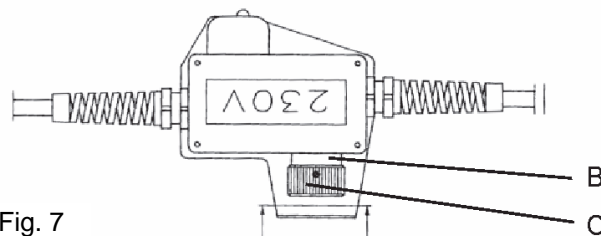

Fig. 7
När vibratorhastigheten är uppnådd, tryck knappen mot lådan (B) och blockera den med 3 sänkskruvar (C) (fig. 7).